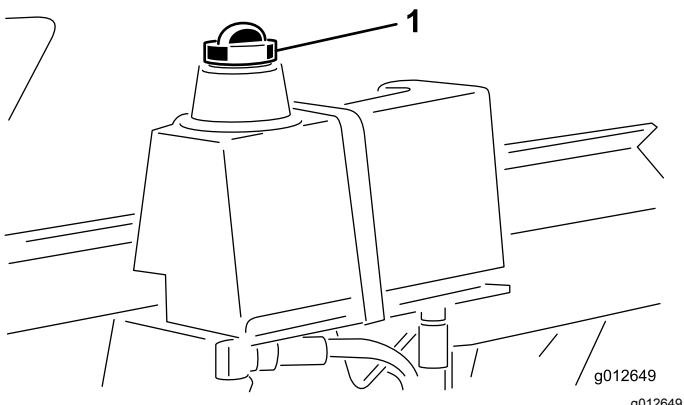

Figure 34
2. Nettoyez la surface autour du goulot de remplissage et du bouchon du réservoir hydraulique, puis retirez le bouchon (Figure 34).